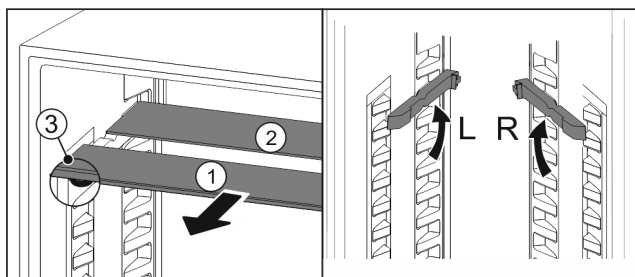

Fig. 82
- Skleněné desky jednotlivě vytáhněte dopředu Fig. 82 (1).
- Skleněná deska Fig. 82 (1) s ozdobnou lištou leží vpředu.
- Zarážky Fig. 82 (3) směřují dolů.